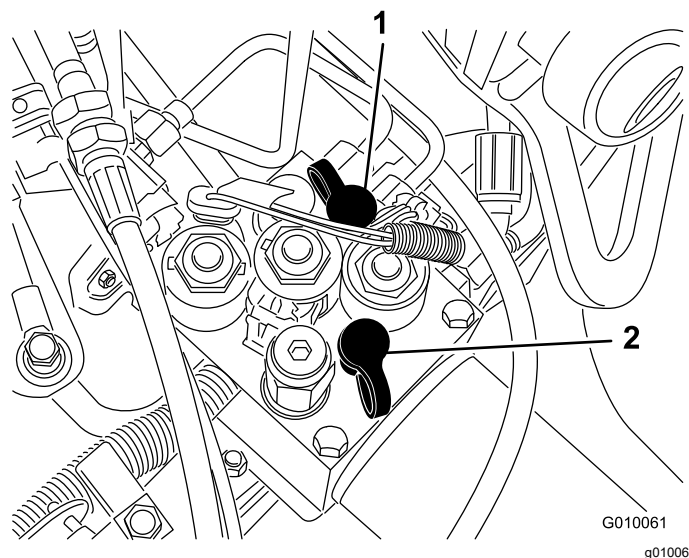

Figura 65
- A porta de teste G 2 (Figura 65) é utilizada para o assistir na resolução de problemas no circuito de carga de tração.
- A porta de teste G 1 (Figura 65) é utilizada para o assistir na resolução de problemas de pressão do circuito de elevação.